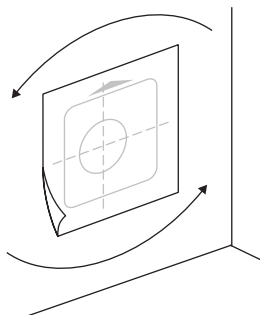

Рисунок 6.2.
3. Сориентируйте шаблон для монтажа согласно выбранному типу размещения (рис. 6.2). Приложите шаблон для монтажа к стене и наметьте место для бурения канала воздуховода. Пробурите канал²³ воздуховода согласно требованиям, указанным на рисунке 6.3. Для предотвращения загрязнения отделки помещения при бурении используйте промышленный пылесос с водосборным кольцом.